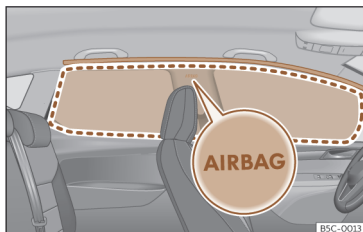

Fig. 33 Localização dos airbags da cabeça.
Os airbags da cabeça estão localizados de ambos os lados do habitáculo, por cima das portas >>> **Fig. 33** e estão assinalados pelo logo «AIRBAG».
Ao ativar-se, o airbag da cabeça ocupa a zona assinalada (raio de alcance) >>> **Fig. 33**. Por este motivo, nunca se deverá colocar ou fixar objetos nesta zona >>> **Δ**.
- Assegure-se de que as crianças viajam sentadas corretamente nas suas cadeiras e não colocam a cabeça na zona de insuflação dos airbags para a cabeça >>> **Fig. 33**, uma vez que, se os airbags disparassem, estes poderiam bater-lhes e causar-lhes lesões graves.